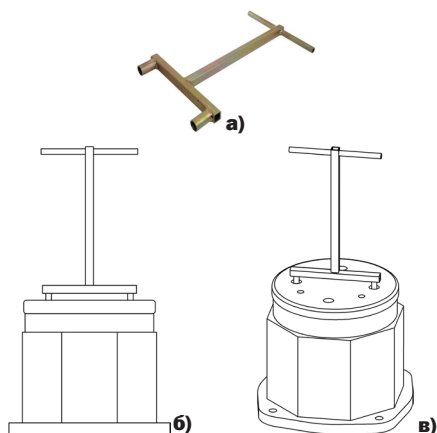

Рисунок 8 –
5.3 Ключ крышки колодцев (рисунок 8) изготовлен из стали и имеет антикоррозийное покрытие.